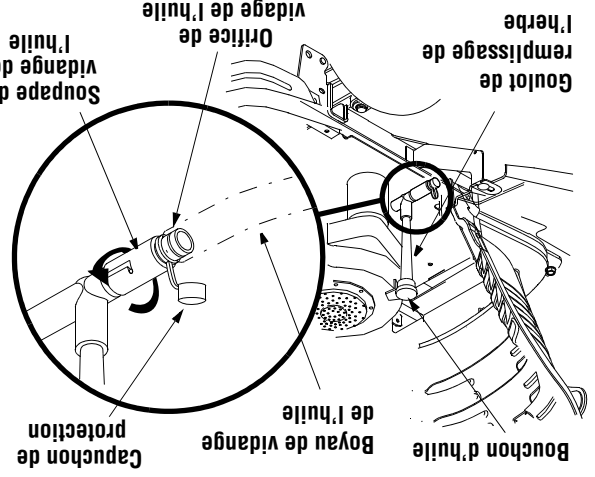

Figure 17
- Dévissez le bouchon d'huile et sortez la jauge à huile du goulot de remplissage. Voir la Figure 17.
- Entoncez légèrement la soupape de vidange de l'huile, puis faites-la tourner dans le sens contraire aux aiguilles d'une montre et sortez-la pour faire arriver l'huile. Voir la Figure 17.
- Soulevez le capuchon de protection à l'extrémité de la soupape de vidange de l'huile pour exposer l'orifice de vidange. Voir la Figure 17.